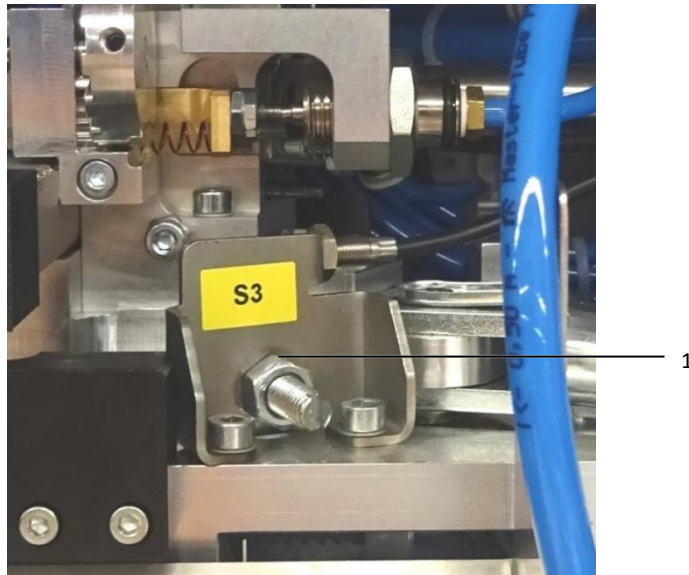

Fig. 34: Fastgørelse af tylleholdenhed
- Løsn møtrikken (fig. 34, pos. 1)